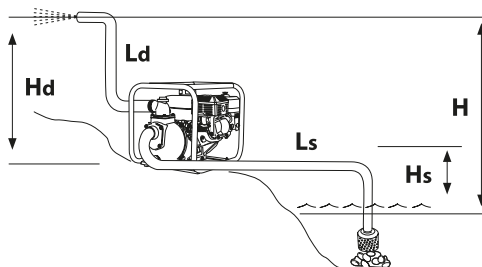

рис. 7
- Высота  $H$  – расстояние от свободной поверхности воды до выходного сечения напорного рукава, измеренное по вертикали (рис. 7).